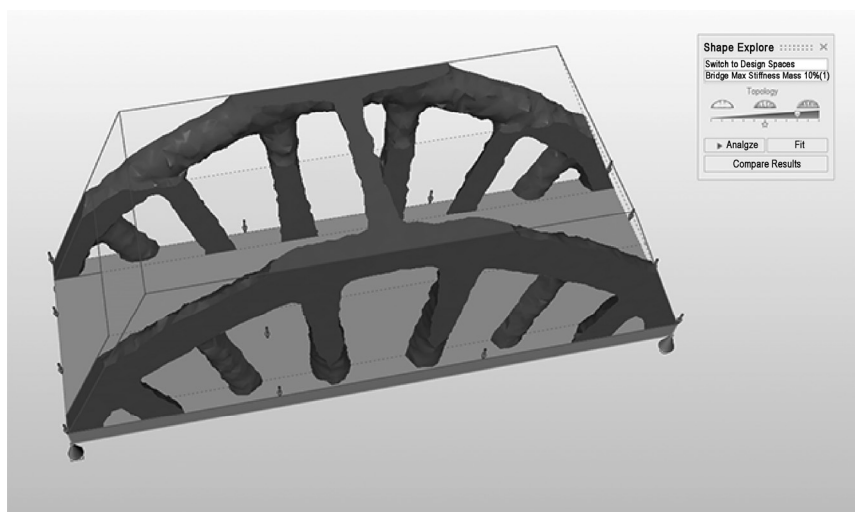

图 4-60
4) 如果增加材料总量，桥体顶部即会出现新的几何体。这表明，可能需要增加设计空间总体积的 % 来重新运行优化，如图 4-60 所示。